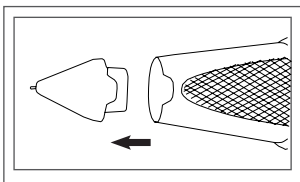

Fig. 1.07
1. Cuando el probador esté apagado, retire la punta magnética tirando de ella con cuidado, como se muestra en la **Fig. 1.07**.